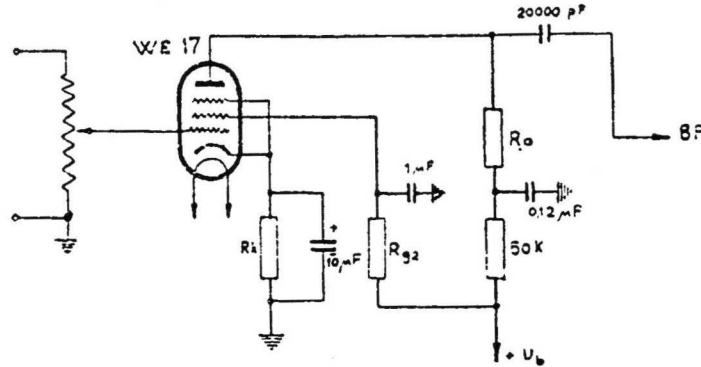

Fig. 13.39. - WE17 amplificatrice di tensione BF.
2. Amplificatrice BF a resistenza capacità, fig. 13.39: